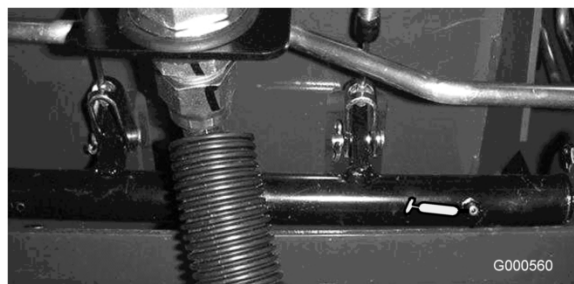

Figura 21
- Bielas de articulação do eixo do travão (5) (Figura 21)